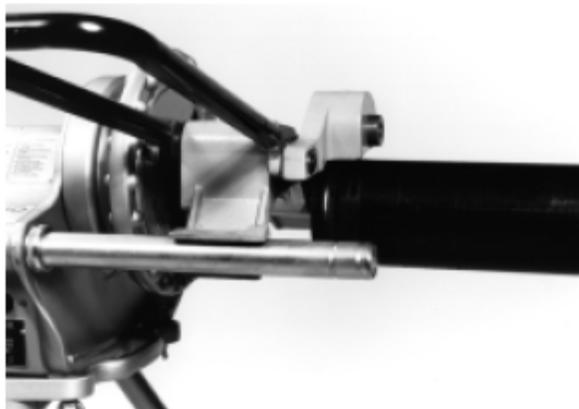

图6 — 放置管子
3. 摆好管子及管子支架的位置，使得管子端部与驱动轮轮缘接触（见图6）。